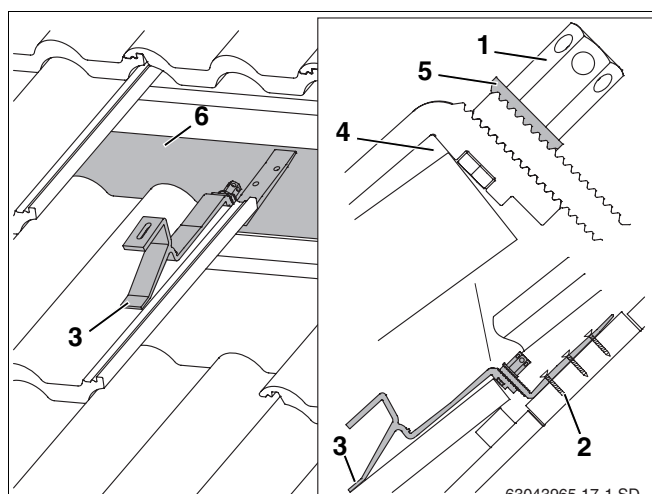

Fig. 15 Crochet monté (pour une meilleure visibilité, certaines tuiles n'ont pas été représentées)
- Poser le support à l'avant sur la tuile de manière à ce qu'il soit posé dans le creux de la tuile en cas de charge (fig. 15, **pos. 3**).
Le crochet doit avoir un peu de jeu au niveau du bord supérieur de la tuile (fig. 15, **pos. 4**). Si nécessaire, adapter la tuile en haut.
- Glisser la partie inférieure du crochet vers le bas jusqu'à ce qu'elle repose sur le chevron ou sur les planches/madriers (fig. 15, **pos. 6**).
La rondelle dentelée (fig. 15, **pos. 5**) doit s'encastrer dans les dents de la partie inférieure du crochet.
- Serrer l'écrou long à tête hexagonale (fig. 15, **pos. 1**). Pour cela, introduire la clé plate SW5 dans la perforation de l'écrou et tourner.
- Fixer la partie inférieure du crochet sur le chevron au moins dans la première (fig. 15, **pos. 2**) et seconde perforation avec une vis appropriée.